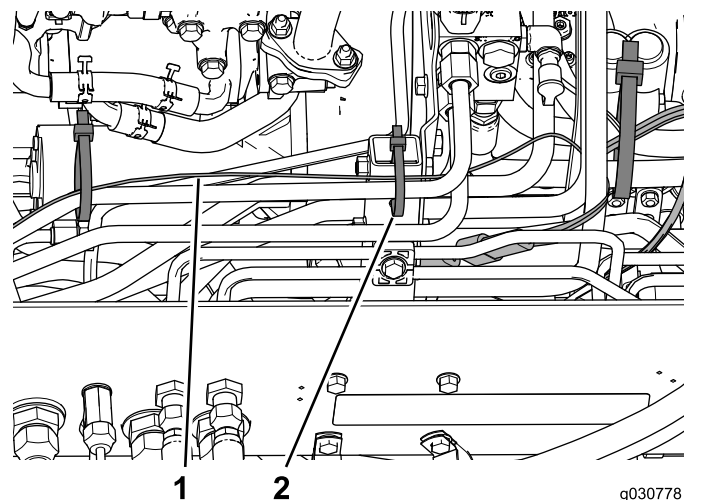
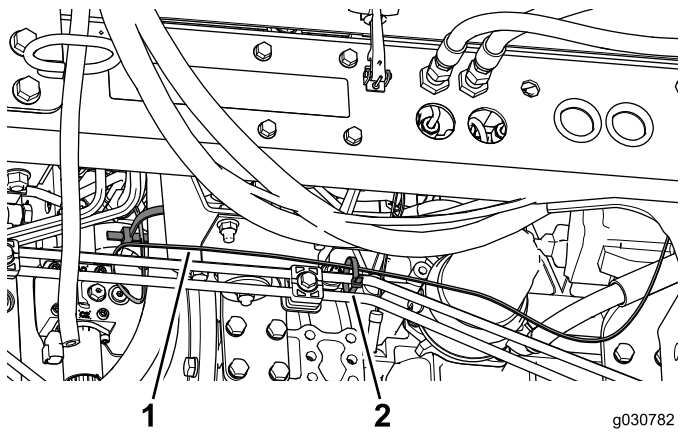

Bild 53
Bild 54
5. Befestigen Sie den Kabelbaum mit Kabelbinden an den Hydraulikschläuchen und starren Leitungen; die Stellen sind in **Bild 53** und **Bild 54** abgebildet.